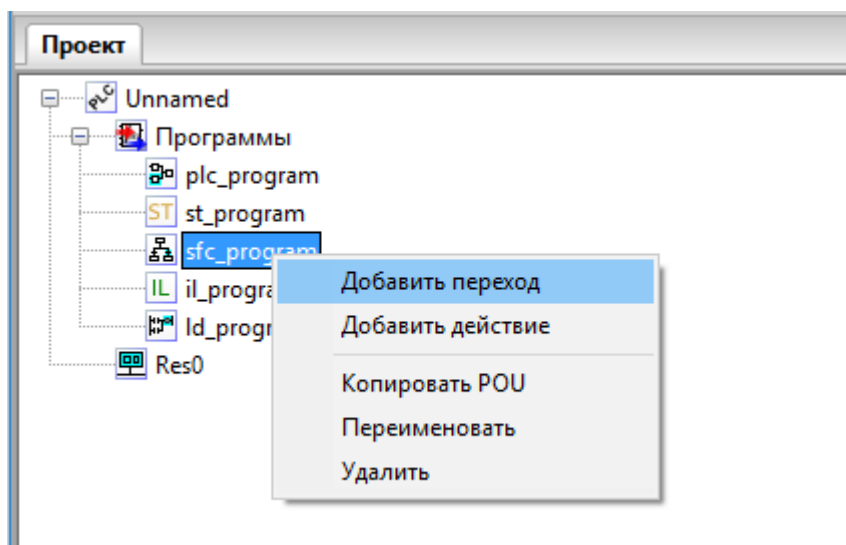
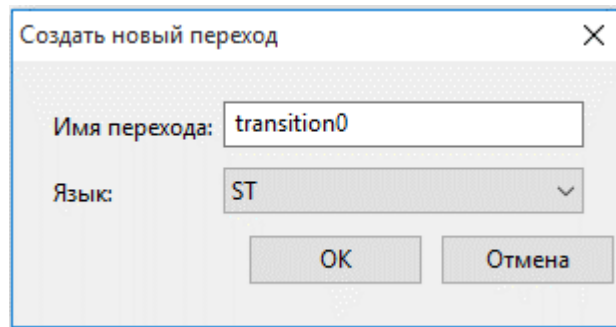

Рисунок 610. Смарт-Дизайнер ПЛК. Программа SFC. Добавление predetermined перехода в дереве проекта
Рисунок 611. Смарт-Дизайнер ПЛК. Программа SFC. Конфигурирование predeterminedного перехода
- «Ссылка» – Выбирается predetermined переход в дереве проекта для данного программного модуля. Для создания predetermined перехода нужно нажать правой кнопкой мыши на программе и выбрать «Добавить переход» (см. Рисунок 610) и задать имя перехода и язык, на котором будет писаться условие перехода (см. Рисунок 611). В дереве проекта у программы будет создан подэлемент, в котором можно на указанном языке написать условие перехода. Данный вариант применяется для сложных условий перехода и при использовании одного условия в нескольких переходах.